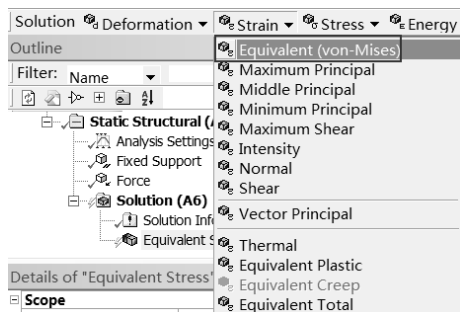

图 5-183 添加等效应变选项
Step3：同 Step2，选择 Solution 工具栏中的 Strain（应变） Equivalent（von-Mises）命令，如图 5-183 所示，此时在分析树中会出现 Equivalent Elastic Strain（等效应变）选项。